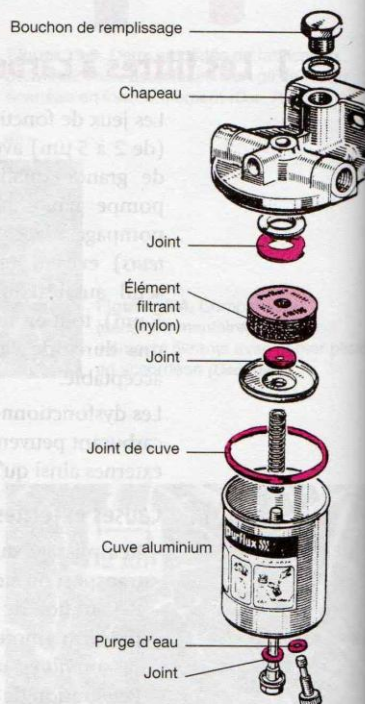

Figure 19.4. Exemples de préfiltre à grande capacité de filtrage Purflux
- les préfiltres à grande capacité de filtrage (fig. 19.4), indispensables sur applications agricoles, travaux publics, etc. Un ou plusieurs éléments lavables (tissus de nylon, feutres, tamis métallique) permettent un entretien facile et peu fréquent ;